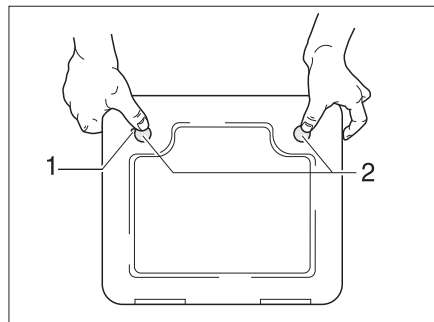

Bild 155 Klappe für die Toiletten-Kassette
- Die Klappe für die Kassette außen am Fahrzeug öffnen. Dazu den Schlüssel in den Schließzylinder des Druckschlössers (Bild 155,1) stecken und eine viertel Umdrehung drehen.
- Beide Druckschlösser (Bild 155,2) gleichzeitig mit dem Daumen drücken und die Klappe für die Kassette öffnen.